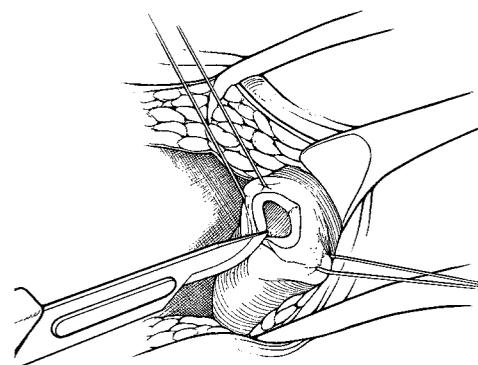

Figura 4-4. Realizar a corporectomia
6. Faça uma incisão em um dos corpos cavernosos (**figura 4-4**).